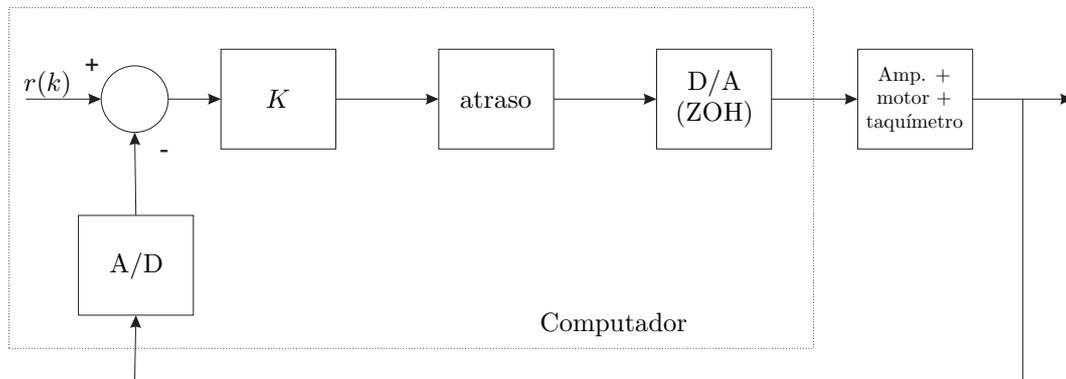
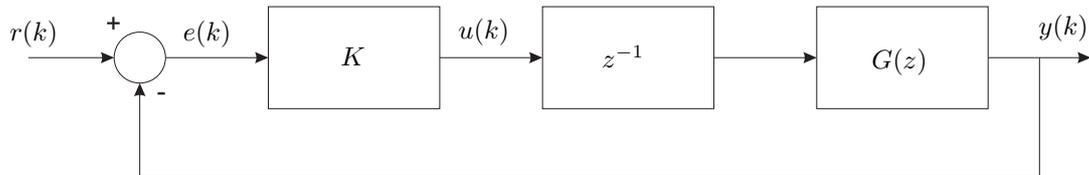

Figura 3: Sistema de controlo digital de velocidade (controlador proporcional).
Figura 4: Equivalente discreto em malha fechada do sistema AMT realimentado.
2) (**Controlador Proporcional**) Considere o sistema de controlo digital apresentado na Figura 3. Note que o tempo de cálculo pelo computador mais o tempo de conversão do sinal de controlo pode ser significativo, em comparação com o intervalo de amostragem. Por esta razão, o programa introduz um atraso unitário equivalente a um período de amostragem. Nestas condições, o diagrama de blocos em cadeia fechada do sistema equivalente discreto é apresentado na Figura 4, em que  $G(z)$  é a função de transferência calculada na alínea 1).
2a) Determine a função de transferência em malha fechada  $Y(z)/R(z)$  do sistema discreto equivalente apresentado na Figura 4. Calcule o valor do ganho  $K = K_1$  (como função de  $K_0$ ,  $\tau$  e  $T$ ) para que o sistema em malha fechada tenha pólos duplos e calcule a respectiva localização dos pólos. Calcule ainda o valor dos pólos para  $K = K_1/2$ ,  $K = 2K_1$  e  $K = 4K_1$ .
3c) Para cumprir os objectivos propostos, em vez do controlador proporcional  $K$  da Figura 4, usa-se agora um controlador Proporcional-Integral (PI), implementado em tempo dis-
2) **Efeito da variação do ganho K** - Escolha o intervalo de amostragem  $T = 2.5 ms$ . Observe e esboce a resposta ao escalão com amplitude  $0.5V$  do sistema em cadeia fechada com o controlador proporcional (Figura 3) para  $K \in \{K_1/2; K_1; 2K_1; 4K_1\}$ . A partir dos cálculos efectuados na pergunta 2) da parte teórica, represente o mapa de pólos-zeros do sistema em cadeia fechada para aqueles valores de ganho. Comente os resultados.